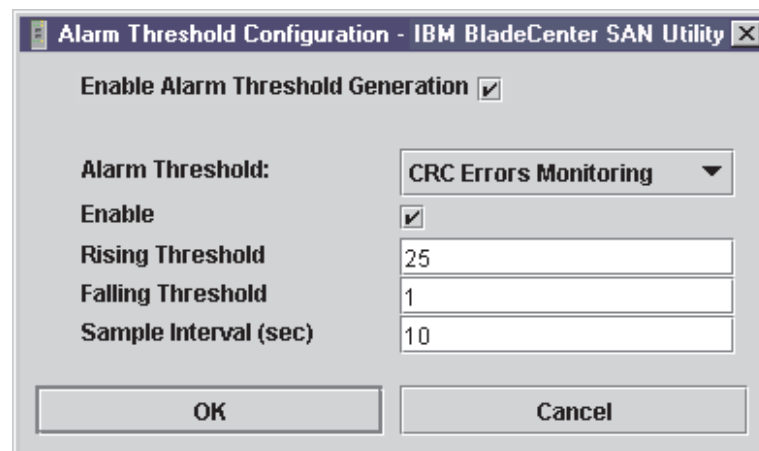

Abbildung 14. Fenster "Alarm Threshold Configuration"
2. Im Fenster "Alarm Threshold Configuration" (siehe Abb. 14) werden Sie dazu aufgefordert, ein Ereignis auszuwählen, Schwellenwerte festzulegen, ein Stichprobenintervall zu bestimmen und die Alarmnachricht zu aktivieren oder zu inaktivieren.